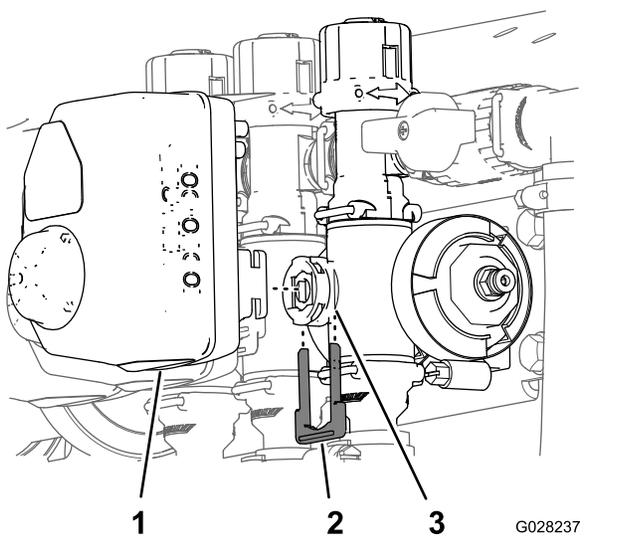

Figura 77
2. Retire la horquilla de retención que sujeta el actuador a la válvula multivía (válvula de sección o válvula de agitación) (Figura 77).